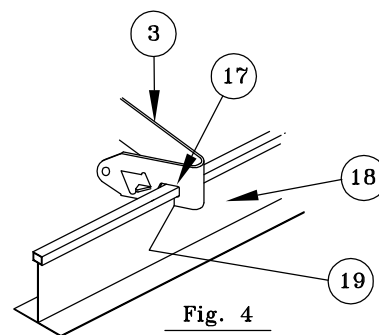

Fig. 4
(See Fig.4)
- 6- Deslice las muescas en las barras colgantes (17) (mientras se aprieta los cabos) encima del borde superior de la barra en forma de "T" del techo. Para que la barra colgante no se mueva, apriete la pestaña (19) contra la barra en forma de "T" usando alicantes. (Véase Fig. 4)
- 6- Mettez les encoches (17) des barres en potence (tout en pressant les bouts) sur le bord supérieur de la barre en forme de "T" au plafond. Pour serrer en place la barre en potence, pressez la patte (19) contre la barre en "T" avec une pince. (Voir Fig. 4)